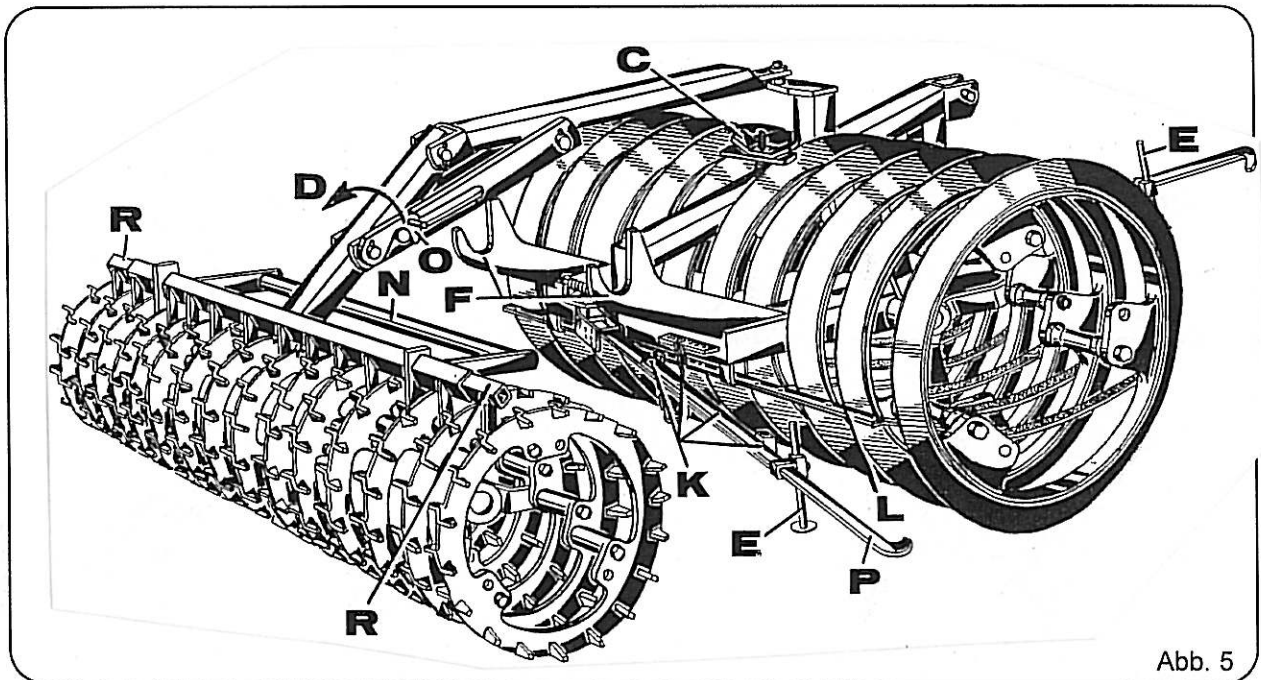

Abb. 5
- Fanghaken in Pos. P (Abb. 5) bringen.
- Klinke in Pos. D (Abb. 5) schwenken.
- Schlepper behutsam zurücksetzen bis der Fangholm (Abb. 5, Pos. N) in den Fanghaken (Abb. 5, Pos. F) liegt.